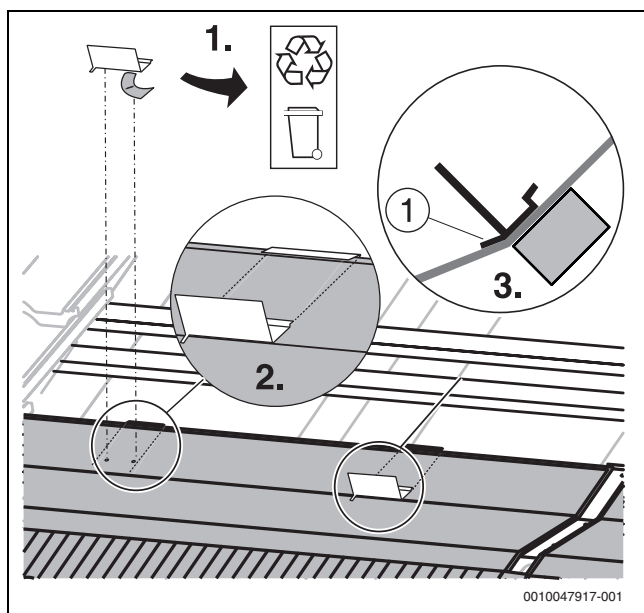

Fig. 31 Positionnement et collage des dispositifs de sécurité contre le glissement
1. Retirer le film de protection du dispositif de sécurité contre le glissement (→ figure 31).
2. Coller le dispositif de sécurité contre le glissement sur la tôle de recouvrement inférieure de manière à ce que les dispositifs de sécurité contre le glissement soient alignés avec les supports de montage (→ figure 31).
3. Le dispositif de sécurité contre le glissement doit se trouver exactement dans la pliure de la tôle de recouvrement (→ figure 31).